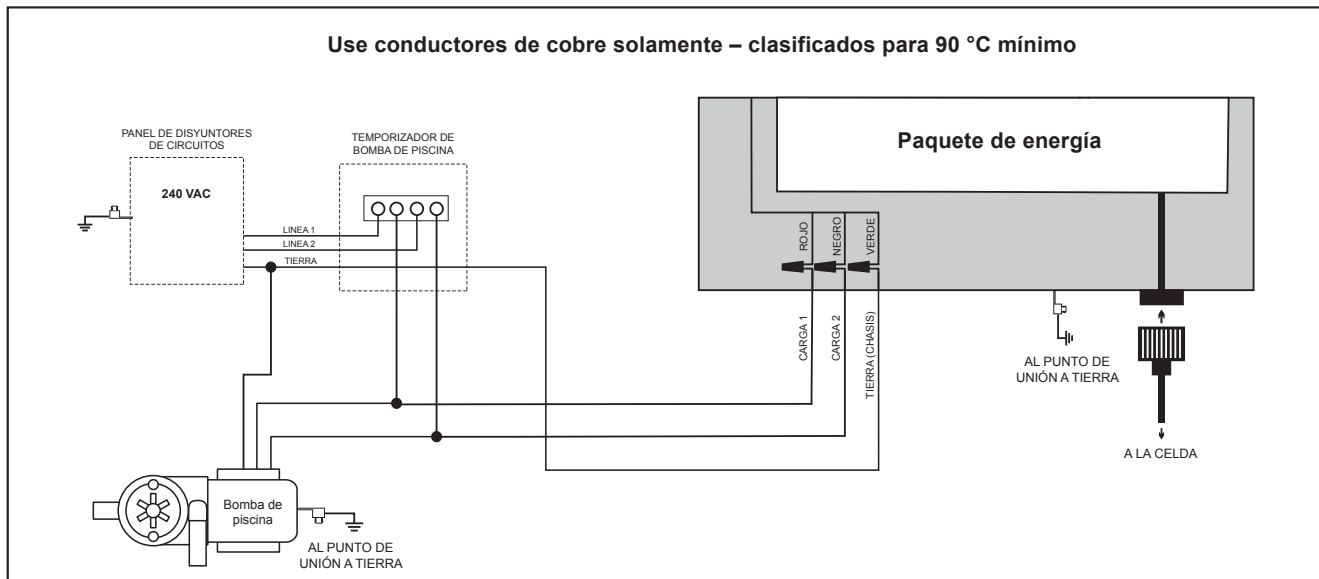

Figura 4. Diagrama de cableado
1. Conecte el bloque de alimentación a la fuente de alimentación de la piscina usando cable aislado de 3.3 mm² (12 AWG) y conducto eléctrico. Conecte el bloque de alimentación al lado de CARGA de la bomba de filtrado o al lado de CARGA del relé del temporizador de la bomba de la piscina, de manera que el clorador pueda activarse solamente cuando se active la bomba de la piscina (vea la figura 4).